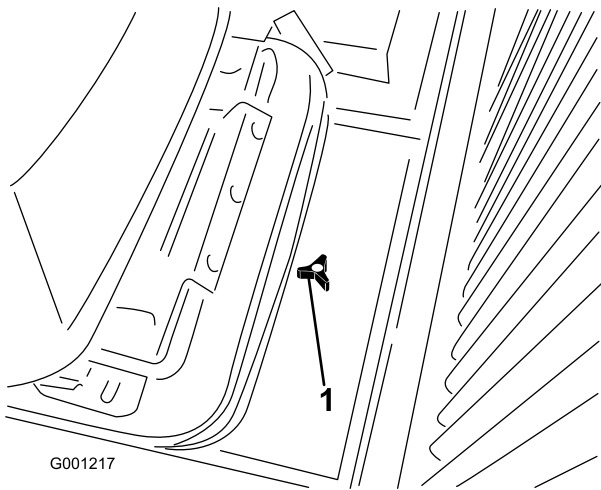

Bild 32
1. Lösen Sie das Handrad und nehmen Sie den Zugangsdeckel hinten an der Sitzbefestigungsplatte ab (Bild 32).